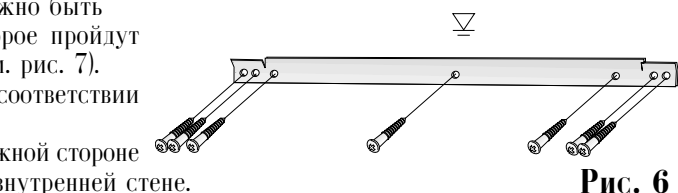

Рис. 6
- Отметьте на стене положение (минимум) шести отверстий, показанных на рис. 6.